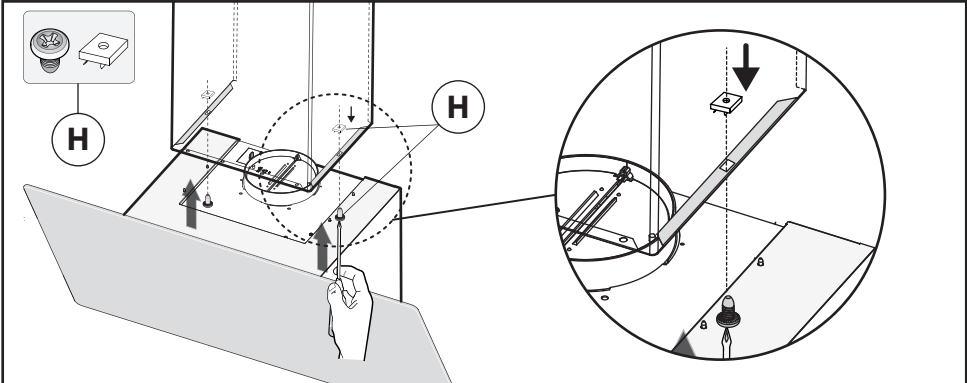

Fig.9B
- Fissare il camino decorativo inferiore alla cappa utilizzando le viti e dadi **H** in dotazione (**Fig.9B**).